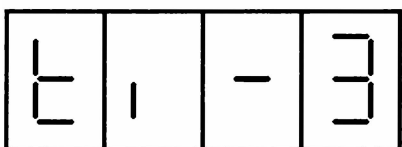

Рис. 7
5. Следующее нажатие на кнопку SB3 "Установка" выводит на индикаторы аббревиатуру ti-3 (рис. 7), где ti — (time) время, 3 — значение продолжительности отображения часов-минут (в секундах по умолчанию). Теперь нажатием на кнопку SB3 "Установка" можно выбрать время отображения показания часов и минут от 2 с до 9 с.